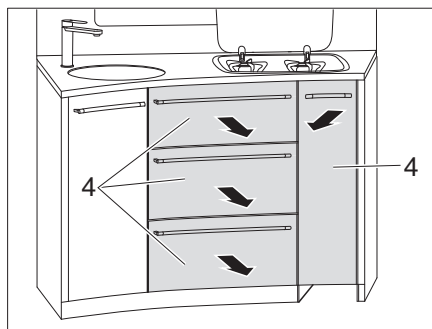

Bild 130 Küchenschubladen herausnehmen
- Küchenschubladen (Bild 130,4) herausnehmen.